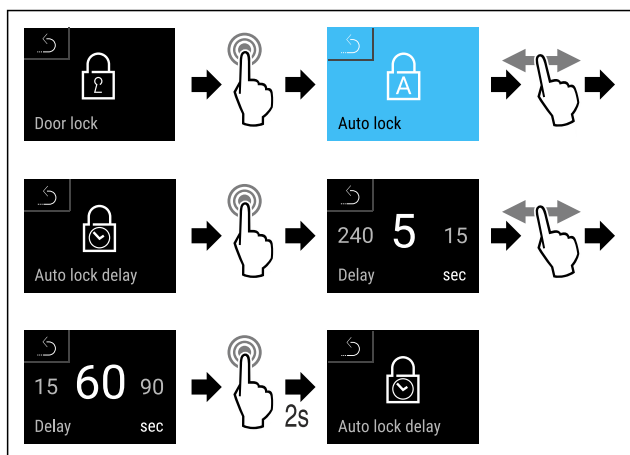

Fig. 82 De volgende waarden kunnen worden ingesteld: 5, 15, 60, 90, 120, 180 en 240 seconden
- ▶ Stappen (zie Fig. 82) uitvoeren.